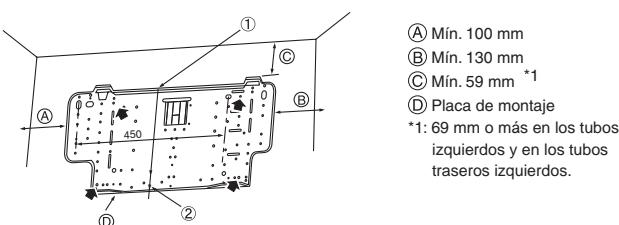

Fig. 3-3
- El soporte de montaje se fijará por ambos extremos y por el centro, si es posible. No lo fije nunca por un solo punto o de manera asimétrica. (Si es posible, sujeté el soporte por todos los lados marcados con una flecha gruesa.) (Fig. 3-3)
- ① Introduzca un hilo en el orificio y átelo.
- ② El nivel se puede comprobar fácilmente si se cuelga una plomada de la cuerda y se alinea ésta a la marca.